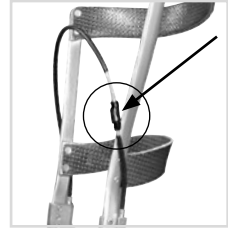

Fig. 10
El cable de tracción separable se suministra premontado. Si quiere ajustar el cable de tracción, posicione la pieza de conexión (fig. 10) en una parte de fácil acceso para el paciente.
- 1 Si es necesario, acorte el cable de tracción largo y/o corto. Posicione la pieza de conexión de forma que el paciente pueda manejarla fácilmente (fig. 10).